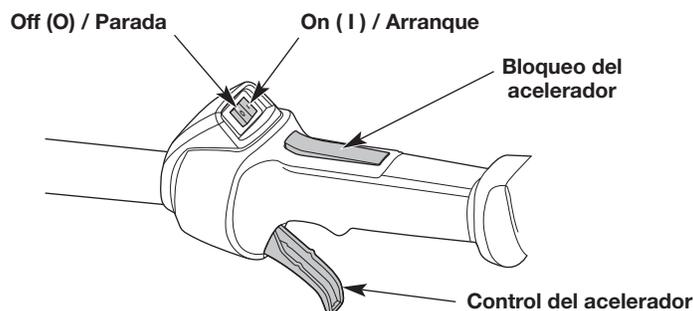

Fig. 8
NOTA: No es necesario encender la unidad. El interruptor de encendido/apagado está en la posición ON (I) (encendido) en todo momento (Fig. 8).
5. **NO** apriete el control del acelerador (Fig. 8). Tire de la cuerda de arranque con un movimiento controlado y firme hasta que arranque la unidad (Fig. 11).
7. Oprima el bloqueo del acelerador y apriete el control del acelerador (Fig. 8). Continúe calentando el motor entre 30 y 60 segundos más. Se puede usar la unidad durante este período.
2. Oprima y mantenga apretado el interruptor de encendido/apagado en la posición OFF (O) (apagado) hasta que el motor se pare por completo (Fig. 8).
6. **NO** apriete el control del acelerador (Fig. 8). Haga funcionar el accesorio de arranque eléctrico en intervalos de no más de 2 segundos cada vez hasta que arranque la unidad.
9. Oprima el bloqueo del acelerador y apriete el control del acelerador (Fig. 8). Continúe calentando el motor entre 30 y 60 segundos más. Se puede usar la unidad durante este período.